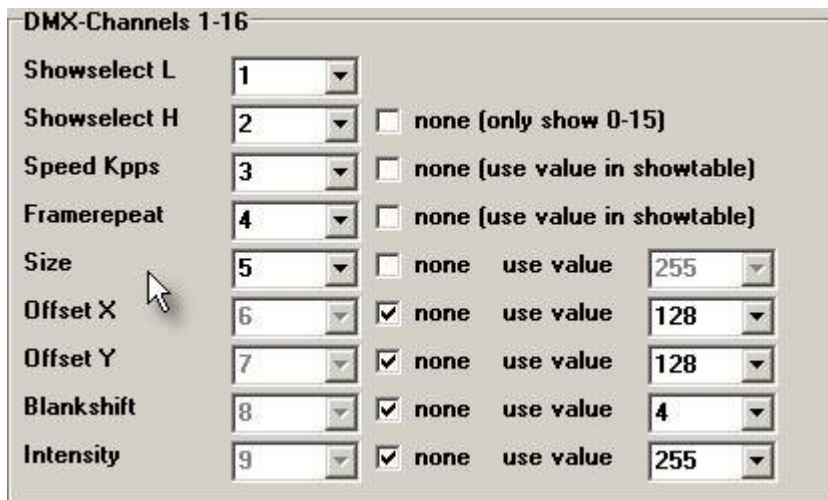

Fig. 4 DMX-Kanalzuordnungen
5.3 Die DMX-Kanalzuordnungen (Fig. 4)